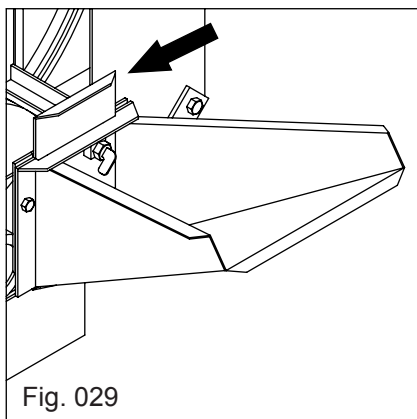
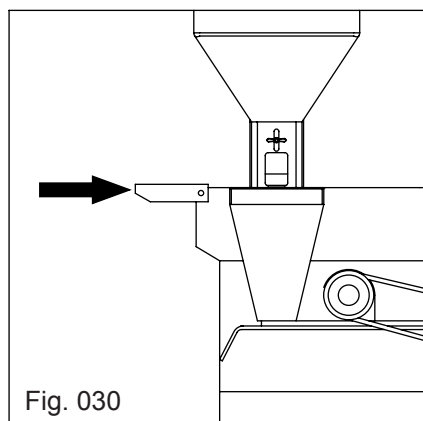

Fig. 029
Fig. 030
a) El bocal a ser usado, será el de plantas verdes, abriéndose totalmente la inspección (Fig. 029). En el bocal de salida abierto, se coloca el regulador del chorro en la posición deseada (Fig. 030).